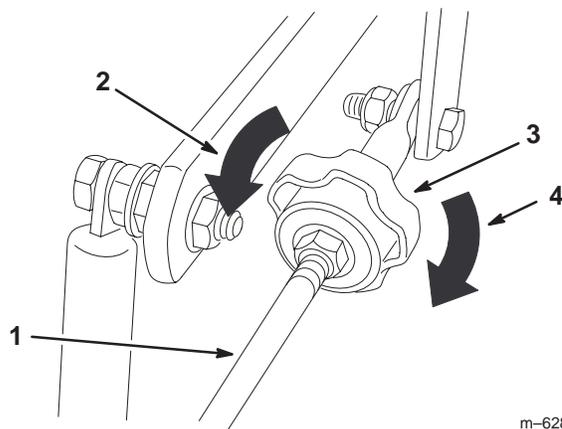

Bild 51
4. Wenn die Maschine nach rechts gehen soll, drehen Sie das Handrad zur rechten Seite der Maschine, siehe Bild 51.
5. Wenn die Maschine nach links gehen soll, drehen Sie das Handrad zur linken Seite der Maschine, siehe Bild 51.